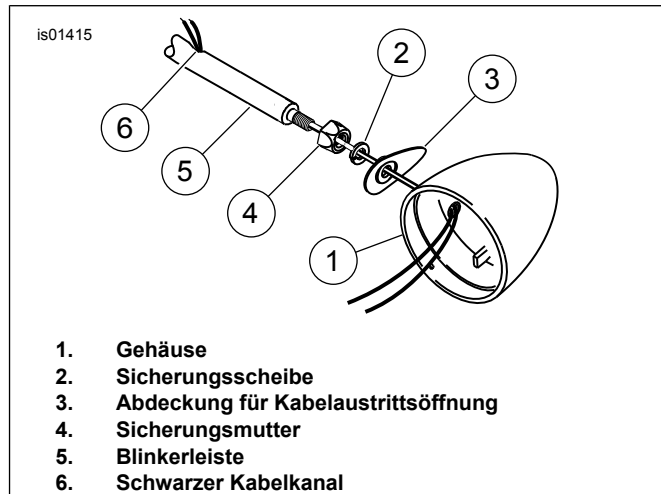

Abbildung 3. Blinkereinbau
4. Siehe Abbildung 3. Die Chromsicherungsmuttern (4) an beiden Enden der Blinkerleiste einbauen. Die Blinkerkabel folgendermaßen verlegen:
- a. durch das Gewindeloch im Blinkergehäuse (1),
- b. durch die Abdeckungsplatte der Kabelaustrittsöffnung (3),
- c. durch die neue Sicherungsscheibe (5/16) (2),
- d. in das Ende der Blinkerleiste (5) stecken
6. Das Blinkergehäuse (1) auf den Gewindebolzen schrauben und dabei darauf achten, dass die Kabel nicht verdreht werden. Das Blinkergehäuse lose an der Leiste befestigt lassen. Die Glühlampe und Streuscheibe einbauen.